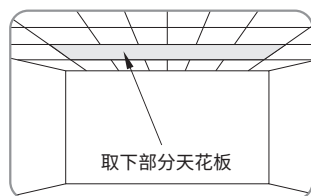
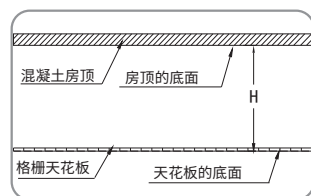

图1
图2
- 1.按照用户的投影机参数来选定安装升降架的位置,根据升降架所需安装空间,取下部分天花板(图1),准确测量混凝土房顶的底面到天花板的底面高度距离 H (图2)